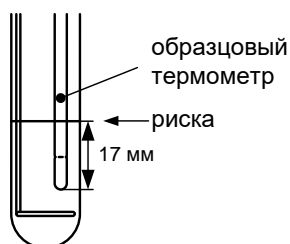

Рисунок 18 - Контроль глубины установки образцового термометра
- 2) установить в пробирку образцовый термометр таким образом, чтобы его чувствительная часть находилась в центре пробы; при использовании ЛТА-М рекомендуется погрузить кончик измерительного щупа на 17мм ниже риски (рисунок 18):